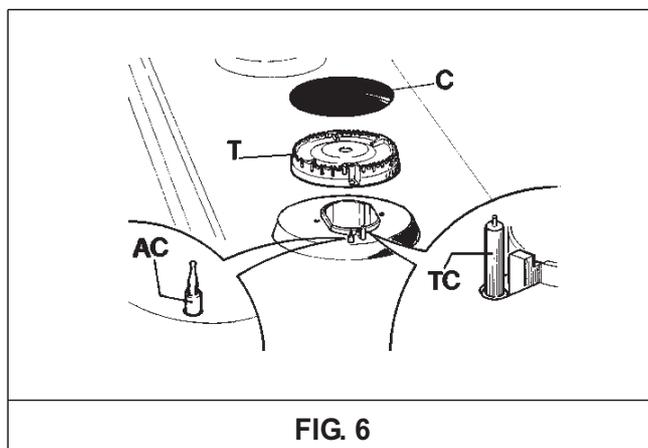

FIG. 6
Si on veut conserver la brillance de la table, il est très important de la laver après chaque utilisation à l'eau savonneuse tiède puis de la rincer et de la sécher. Laver de la même manière les grilles émaillées, les couvercles émaillés "C" des répartiteurs de flamme et les injecteurs "T" (voir fig. 6).
- *vérifier que les trous de sortie de gaz des répartiteurs de flamme "T" (fig. 6) ne sont pas bouchés par des corps étrangers.*
- *S'assurer que le couvercle émaillé du répartiteur de flamme "C" (fig. 6) est correctement positionné sur le répartiteur de flamme, c'est à dire qu'il est dans une position parfaitement stable.*